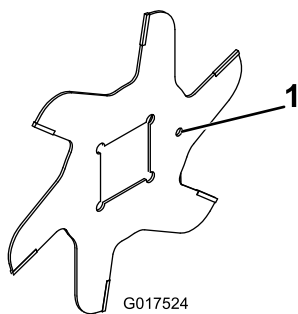

Figura 14
1. Montate una lama (Figura 14).
4. Montate la lama successiva ruotata in senso orario in modo tale che il foro di riferimento (Figura 14) non sia allineato al foro della prima lama, bensì sia spostato di un lato sulla sezione quadrata dell'albero.